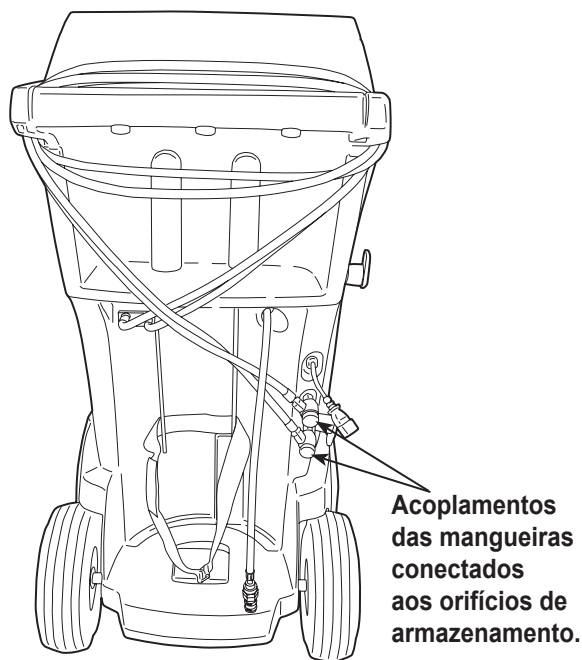

Figura 12
2. Enrole as mangueiras de serviço com duas voltas em torno da alça e prenda-as aos orifícios de armazenamento. Ver Figura 12.